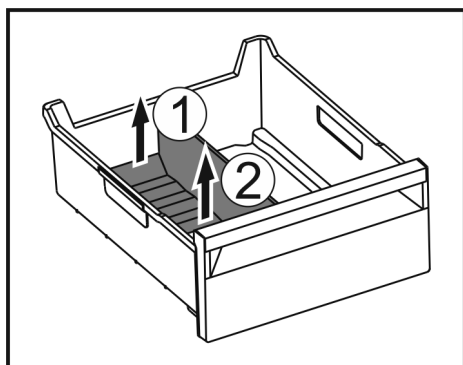

Fig. 153
- Lyft upp frysfacksdelarens bakre del. Fig. 153 (1)
- Ta ut frysfacksdelaren uppåt. Fig. 153 (2)